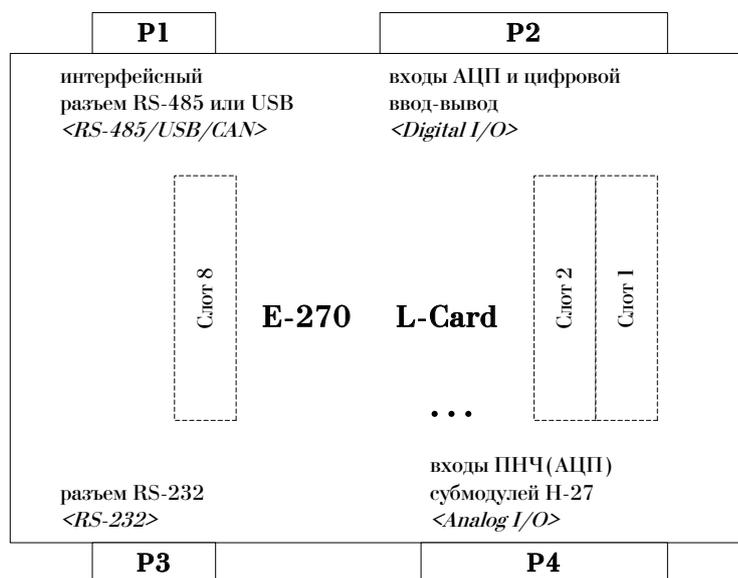

Рис. 3.1: Разъемы модуля E-270 и слоты H-27x, вид сверху
Информация о типах опциональных субмодулей H-27x, установленных на данном экземпляре модуля E-270, заносится в *технические паспорта* субмодулей H-27x, либо в технический паспорт модуля E-270. *Месторасположение (слот 1...8) - каждого субмодуля H-27 указывается в S-паспорте модуля E-270* - см. 2.3.4, стр. 9. Нумерация слотов показана на рис. 3.1, стр. 14.
- *37-контактная плата клеммников DB-37F-increaser*, которая позволяет быстро и без использования паяльника коммутировать внешние сигналы к разъему *P4* (см. рис. 3.1, стр. 14) модуля Е-270. Допустимое сечение проводов - до 0.75 мм. На плате клеммников имеются отверстия для механического крепления жгутов. Плату клеммников следует применять только при предварительных настройках системы и опытных подключениях. Штатная работа оборудования с заявленными метрологическими характеристиками требует производить подключение внешних сигнальных цепей с распаиванием ответных частей разъема *P4*
На рис. 3.1 схематично показаны разъемы модуля E-270¹.
В данном примере использован стандартный COM-порт ПК, дополнительное устройство - преобразователь 'RS-232 в RS-485'² и внешний источник питания. Электрическое подсоединение преобразователя к интерфейсным контактам 6, 7 разъема PI модуля E-270 (см. рис. 3.1, стр. 14 и табл. 3.2, стр. 15) должно производиться с использованием *витой пары* [20, 21, 28]. Выход COM-порта ПК соединяется с преобразователем 'RS-232 в RS-485' *кабелем-удлинителем COM-порта* (не путать с нуль-модемным кабелем).
Установка аппаратной части для работы по USB проста: необходимо соединить интерфейсный разъем PI (см. рис. 3.1, стр. 14) модуля E-270USB с помощью USB-кабеля,
При необходимости использовать интерфейс RS-232 в любом из типов модуля E-270 достаточно соединить *нуль-модемным кабелем*, входящим в комплект поставки, один из доступных СОМ-портов ПК и соответствующий интерфейсный разъем *P3* модуля E-270 (см. рис. 3.1, стр. 14).